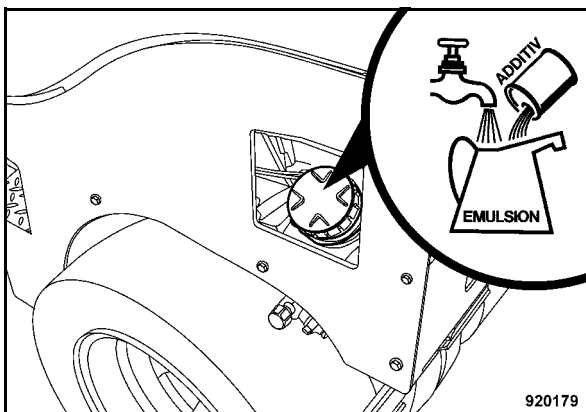

Fig. 151
- Llenar el depósito de emulsión (Fig. 151).